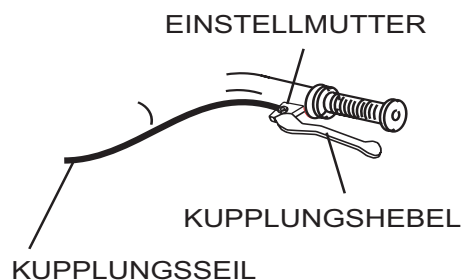

Abbildung 48. Einstellung der Handkupplung
2. Bei Glättern, die vor Juni 1982 hergestellt wurden, muss der Abstand vom Ende der Einstellschraube und dem Werkzeugarm 22,2 mm (7/8 in) betragen (Abbildung 48). Bei Glättern, die nach Juni 1982 hergestellt wurden, muss der Abstand vom Ende der Einstellschraube und dem Werkzeugarm 12,7 mm (1/2 in) betragen.
Die einfachste Einstellung erfolgt durch Justierung des Kupplungsseilgehäuses mittels der Einstellmutter (Abbildung 48) auf dem Kupplungshebel. Durch Drehen der Mutter wird das Eingreifen der Kupplung (je nach Drehrichtung) verstärkt oder verringert.